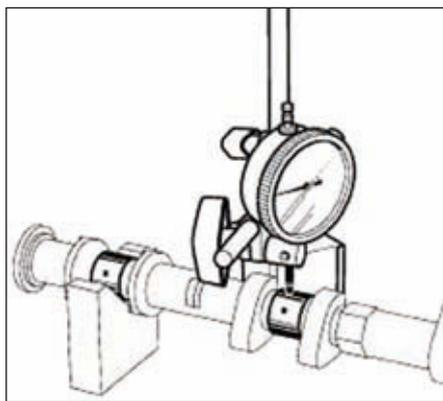

FIG.35
- Positionner un comparateur à la verticale du tourillon 3 de l'arbre à cames (Fig.35).